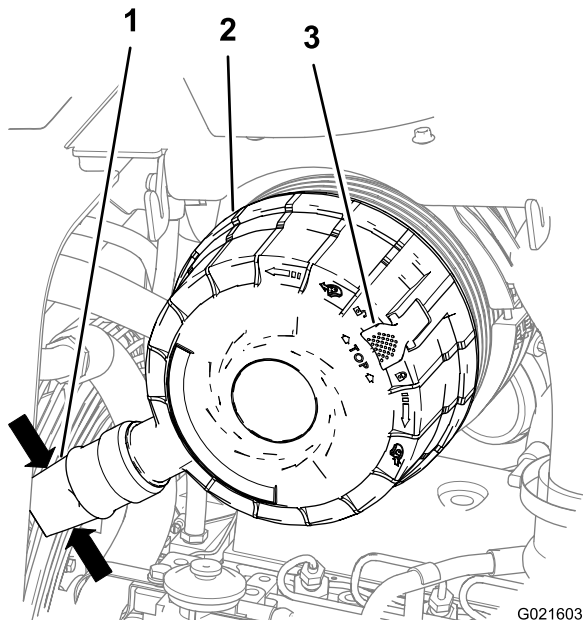

**Figure 116**
3. Serrez les côtés de la valve sur le couvercle du filtre à air pour évacuer l'eau, la poussière ou les saletés éventuellement accumulées sur la valve (Figure 116).
5. Tirez le verrou du couvercle du filtre à air vers l'extérieur (Figure 116).